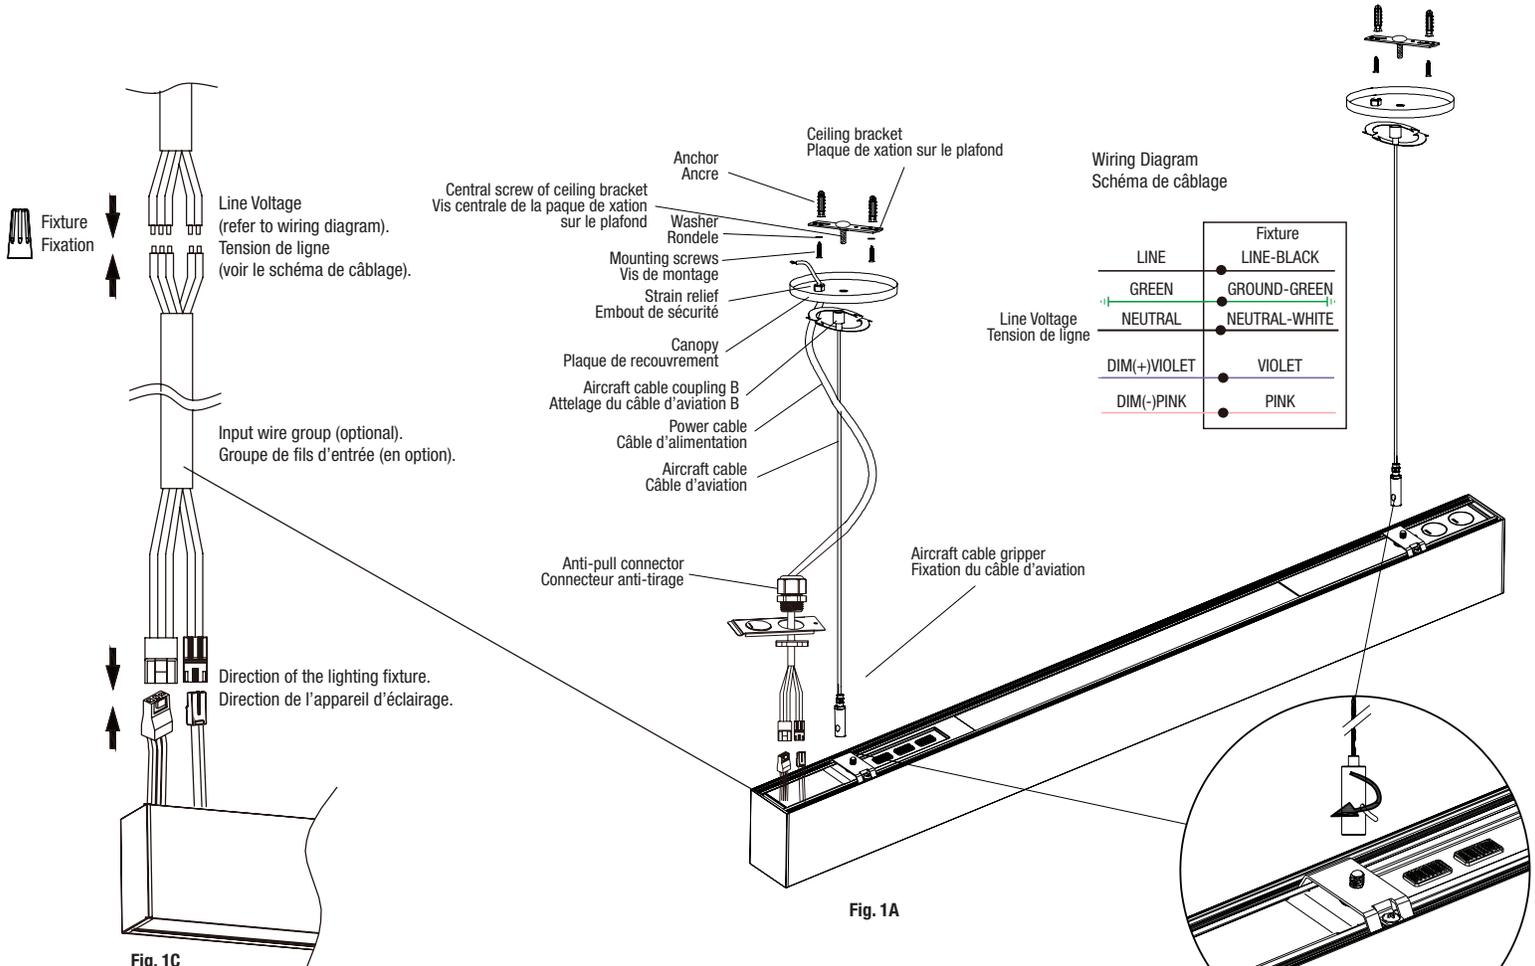

Fig. 1C
3. Wiring according to usage requirements. (Fig. 1C)
3. Effectuer le câblage en fonction des exigences d'utilisation. (Fig. 1C)